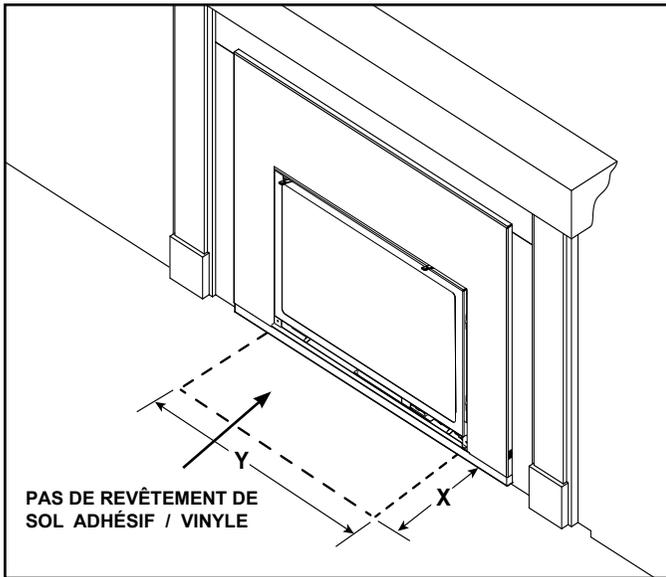

Figure 8.6 Âtre - Exception sur les matériaux inflammables
- Un revêtement de sol inflammable peut être placé devant l'appareil. Exception : pas de revêtement de sol en vinyle/adhésif. Voir la figure 8.6. Reportez-vous à la section 3.E pour obtenir des informations supplémentaires sur les revêtements de sol en vinyle.